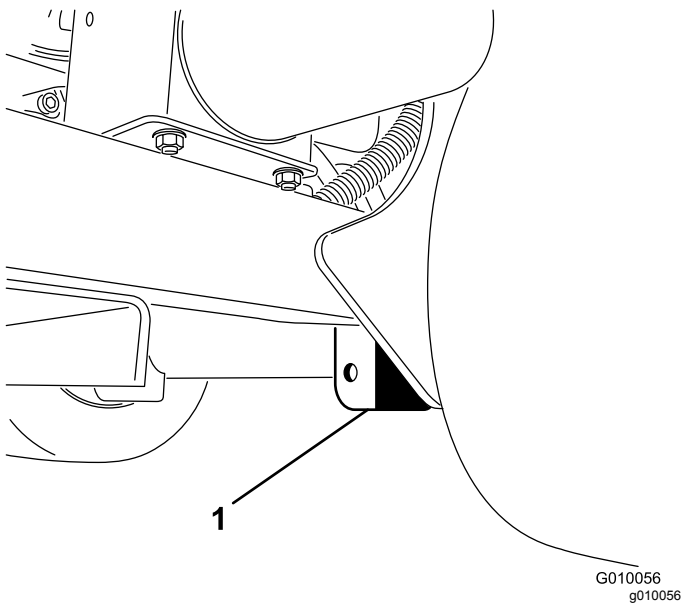

Figure 39
3. Placez le cric correctement sous la plaque du cadre, juste à l'intérieur de la roue arrière (Figure 39).